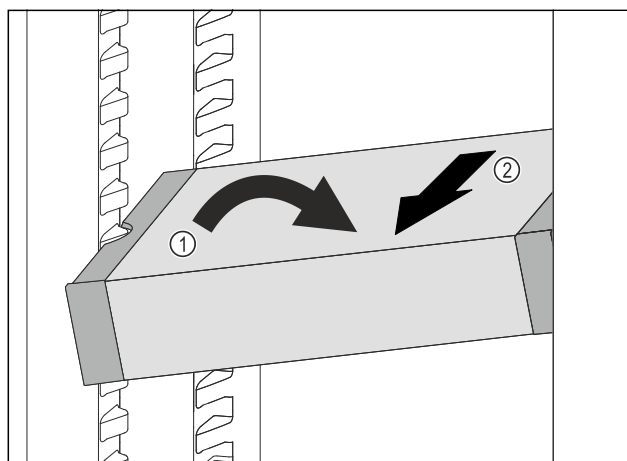

Fig. 138
- Impostare il vano frigorifero di VarioSafe ad angolo. Fig. 138 (1)
- Rimuovere VarioSafe tirando in avanti. Fig. 138 (2)